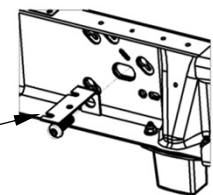

Figure 2c
7. Fixer les supports de cadre aux longerons du véhicule, comme illustré à la Figure 1. Insérer le boulon à tête ronde (6) dans la rondelle conique 5/8 po (4) puis par l'intérieur de la fente arrière du cadre du véhicule. Poser le support de montage (1), la rondelle conique 5/8 po (4), et l'écrou 5/8 po (3) et serrer à la main. Sur les camionnettes équipées d'une commande de frein d'origine, se reporter à l'étape 2 pour repositionner la fiche sur la cornière. Utiliser le boulon à tête ronde (6) pour fixer la cornière sur l'intérieur du cadre (voir Figure 2c), la cornière se place entre la rondelle plate et le cadre.
8. L'insertion de boulons de carrosserie 1/2 po (9) dans les fentes supérieure et inférieure du bloc de renforcement (10) formera une bride qui ira à l'intérieur du longeron et se connectera au support de montage. Il existe deux ensembles de trous différents dans le support de montage permettant d'obtenir la meilleure surface de fixation contre le cadre du véhicule. Le changement de trous du support de montage permet à la bride de se déplacer vers l'avant ou l'arrière du véhicule. Une fois les boulons de bride insérés dans les meilleurs trous, poser le bloc de renforcement (10), la rondelle conique 1/2 po (8) et l'écrou 1/2 po sur les boulons puis serrer à la main.